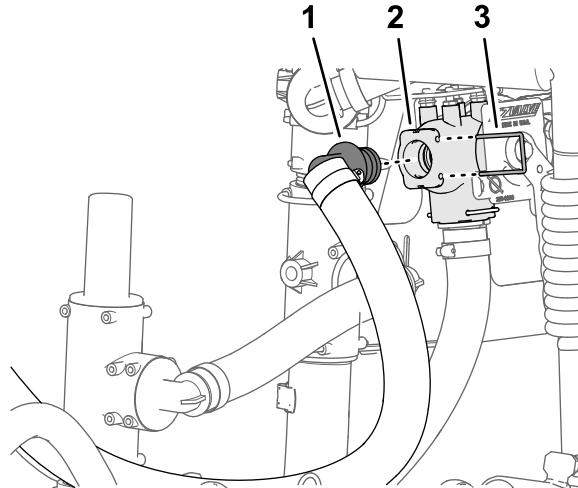

Figura 32
3. Monte a união estriada de 90° do tubo de alimentação do misturador na porta aberta da válvula de corte do misturador (Figura 32).
4. Prenda a união estriada à válvula de corte com um retentor (Figura 32).